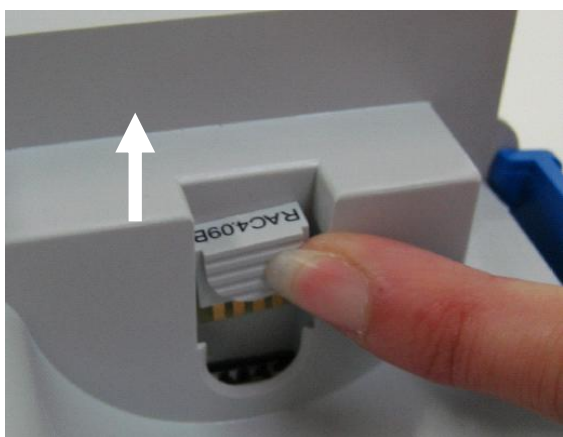

Рис. 6
3. Выньте используемое ПЗУ (чип) как показано на рис.6.